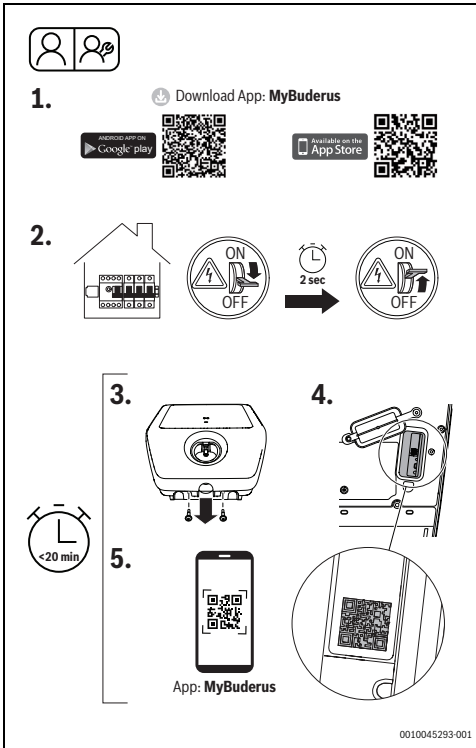

Fig. 91 MyBuderus
- ▶ Couper l'alimentation électrique du Logavolt sur le tableau électrique, puis la rallumer après environ deux secondes (Fig. 91, page 85, étape [2]).
- ▶ Dévisser les deux vis du cache (Fig. 91, étape [3])